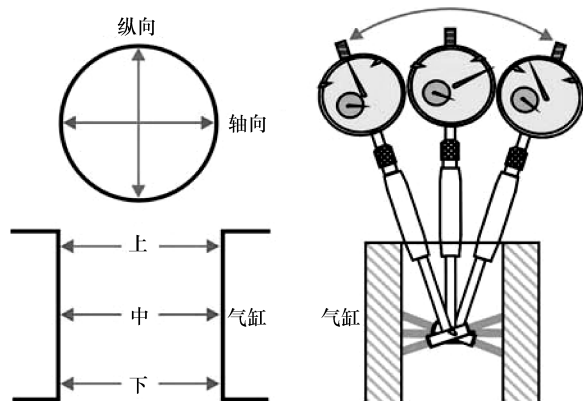

图 7-13 气缸的测量方法
- ① 使用量缸表，一只手拿住隔热套，另一只手托住管子下部靠近本体的地方。
- ② 如图 7-13 所示，将校对后的量缸表活动测杆在曲轴轴线方向和与之垂直的方向分别测量，沿气缸轴线上、中、下取三个位置（截面），共测得六个数值。上面一个位置一般定在活塞在上止点时，位于第一道活塞环气缸壁处，约距气缸上端 15mm。下面一个位置一般取在气缸套下端以上 10mm 左右处，该部位磨损最小。
- ③ 测量时，使量缸表的的活动测杆同气缸轴线保持垂直，才能测量准确。当前后摆动量缸表表针指示到最小数字时，即表示活动测杆已垂直于气缸轴线。